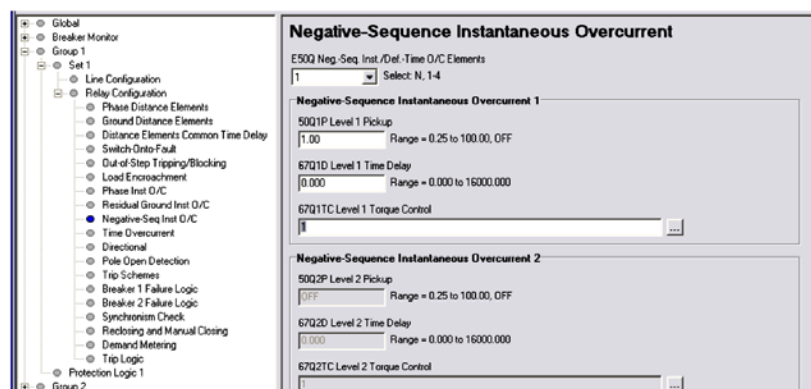

Figura 6.18 Ajustes do Elemento de Sobrecorrente Instantâneo de Sequência-Negativa: ACSELERATOR
- c. Expandir os ajustes do **Group 1** e clicar no botão **Negative-Seq Inst O/C** da tela da opção **Settings**, conforme mostrado na Figura 6.18.
Vai aparecer a caixa de diálogo **Negative Sequence Instantaneous Overcurrent** similar a da Figura 6.18.